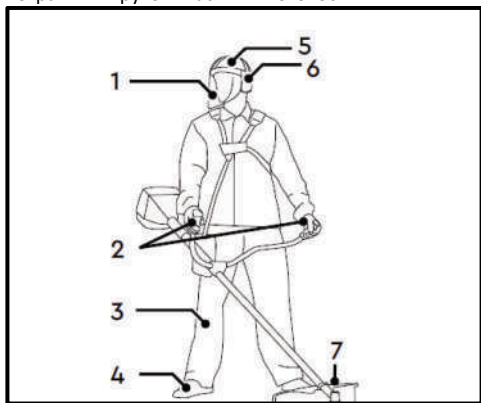

Рис. 1
- Завжди використовуйте захисний щиток (1) або окуляри (Рис. 1).
- Одягніть міцні захисні рукавиці (2) (Рис. 1). Рукавиці знижують передачу вібрації на Ваші руки. Тривале перебування під впливом вібрації може викликати оніміння пальців.
Працюйте в спеціалізованому одязі (3), який достатньо щільно облягає (Рис. 1). Не носіть широкий одяг і прикраси, оскільки вони можуть потрапити в рухомі частини мотокоши.
- Носіть міцне взуття (4) на не ковзкій підшві для більшої стійкості (Рис. 1). Не користуйтеся мотокошою босоніж або у відкритому взутті.
- Носіть засіб захисту (5) голови, де існує ризик травмування (Рис. 1).
- Щоб уникнути пошкодження органів слуху, рекомендується використовувати захисні навушники (6) (Рис. 1).
- Завжди використовуйте захисний кожух (7) під час виконання робіт (Рис. 1).